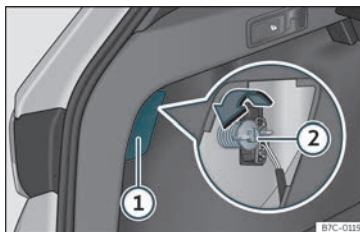

Fig. 48 Maletreiro: acceso ao parafuso de fixación da unidade de luz traseira.
- Retire a tapa facendo panca co lado plano dun desparafusador no rebaixe >>> fig. 48 ①.
- Desenrosque coa man ou con axuda dun desparafusador o parafuso de fixación do piloto >>> fig. 48 ②.